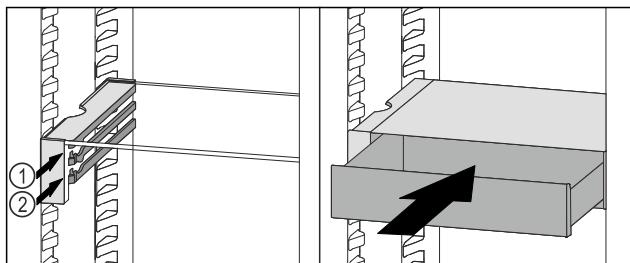

Fig. 111
- Встановити висувний ящик VarioSafe за стопорами на потрібне ребро Fig. 111 (1) або Fig. 111 (2).